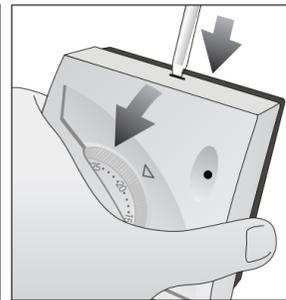
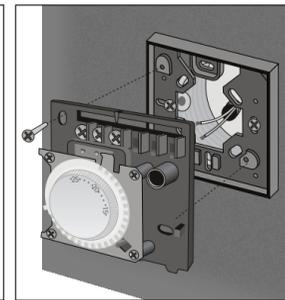

fig.8 - εικ.8
fig.9 - εικ.9
Séparer le socle du couvercle en effectuant, à l'aide d'un tournevis, une légère pression sur les clips en plastique. (fig.8)
Tourner le bouton jusqu'au cran correspondant à la température souhaitée. Retirer ensuite le couvercle en appuyant sur le mécanisme de fixation. (fig.8) Introduire les deux accessoires (voir chapitre "Accessories sur demande") de chaque côté du système de blocage métallique, afin de bloquer le bouton dans la position choisie (fig.15); replacer ensuite le couvercle sur le produit.
- B) Das Unterteil vom Deckel des Produktes durch Druck auf den entsprechenden Haken lösen (Abb.8), dann dieses an der Wand (oder am Untersatz) mit Hilfe der zur Verfügung stehenden Bohrungen (Abb.9) mittels Schrauben mit einem max. Durchmesser von 3,5mm befestigen.
Das Unterteil durch Drücken auf den Haken lösen. (Abb.8)
Stellen Sie den Regler auf die gewünschte Temperatur. Daraufhin das Unterteil vom Deckel lösen, dazu auf den dazu bestimmten Haken drücken. (Abb.8) Die zwei zugehörigen Zubehörtteile (siehe Kapitel "Zubehör auf Anfrage") an den Seiten der metallische Sperrung so einsetzen, dass der Knopf (Abb.15) nicht mehr bewegt werden kann; den Verschlussdeckel wieder aufsetzen.
- B) Scheid de basis van het kapje door op het speciale tandje te drukken (fig.8), bevestig vervolgens aan de muur (of aan het onderstel) m.b.v. de aanwezige gaatjes (fig.9) en schroefjes met max diameter 3,5mm.
Druk op het tandje om het kapje van de basis af te halen (fig. 8)
De draaiknop op de gewenste temperatuurwaarde zetten, de basis van het deksel scheiden door druk uit te oefenen op de daarvoor bestemde haakrand. (fig.8) De twee daarvoor bestemde accessoire (zie hoofdstuk "accessoire op aanvraag") aan de kanten van de metalen sluitknop vasthechten, zodat elke beweging van de knop verhinderd wordt (fig.15); het deksel opnieuw op het toestel zetten.